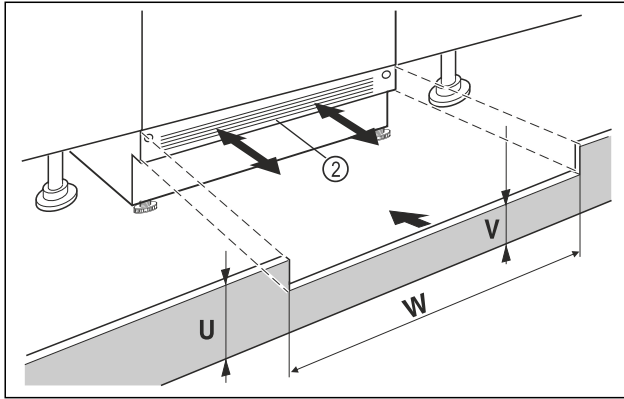

Fig. 96 Beispielhafte Darstellung
- Gerätesockelblende Fig. 96 (2) aufsetzen aber noch nicht fixieren.
- Bei sichtbarer Sockelblende Fig. 96 (2), diese so weit nach vorn ziehen, dass Vorderkante Lüftungsgitter und Möbelsockelblende eine Ebene bilden.
- Bei verdeckter Sockelblende Fig. 96 (2), diese ganz nach hinten schieben.
- Auf komplett freie Lüftungsschlitze achten: Bei Bedarf Höhe der Möbelsockelblende Fig. 96 (U) zuschneiden!
- Entlang der Nischenbreite Fig. 96 (W) die Steghöhe Fig. 96 (V) unter der Gerätesockelblende Fig. 96 (2) einpassen.